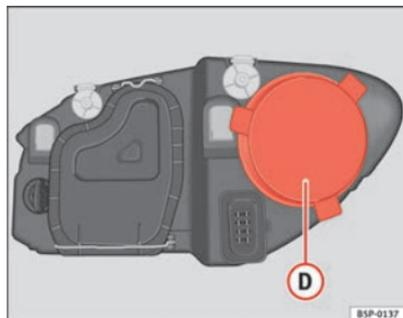

Fig. 170 Luci di posizione
- Rimuovere la copertura ⇒ fig. 170 **D** tirandola.